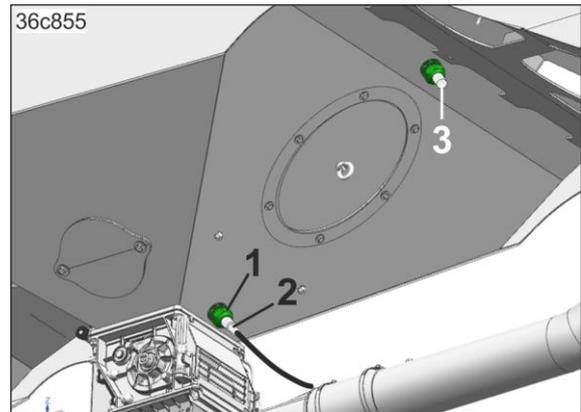

Fig. 225
2. Die Mutter (Fig. 225/1) lösen.
3. Den Leermeldesensor (Fig. 225/2) bis zum Anschlag in die vorgesehene Aufnahme stecken und festklemmen.
4. Den Dummy (Fig. 225/3) in die frei werdende Öffnung stecken und festklemmen.